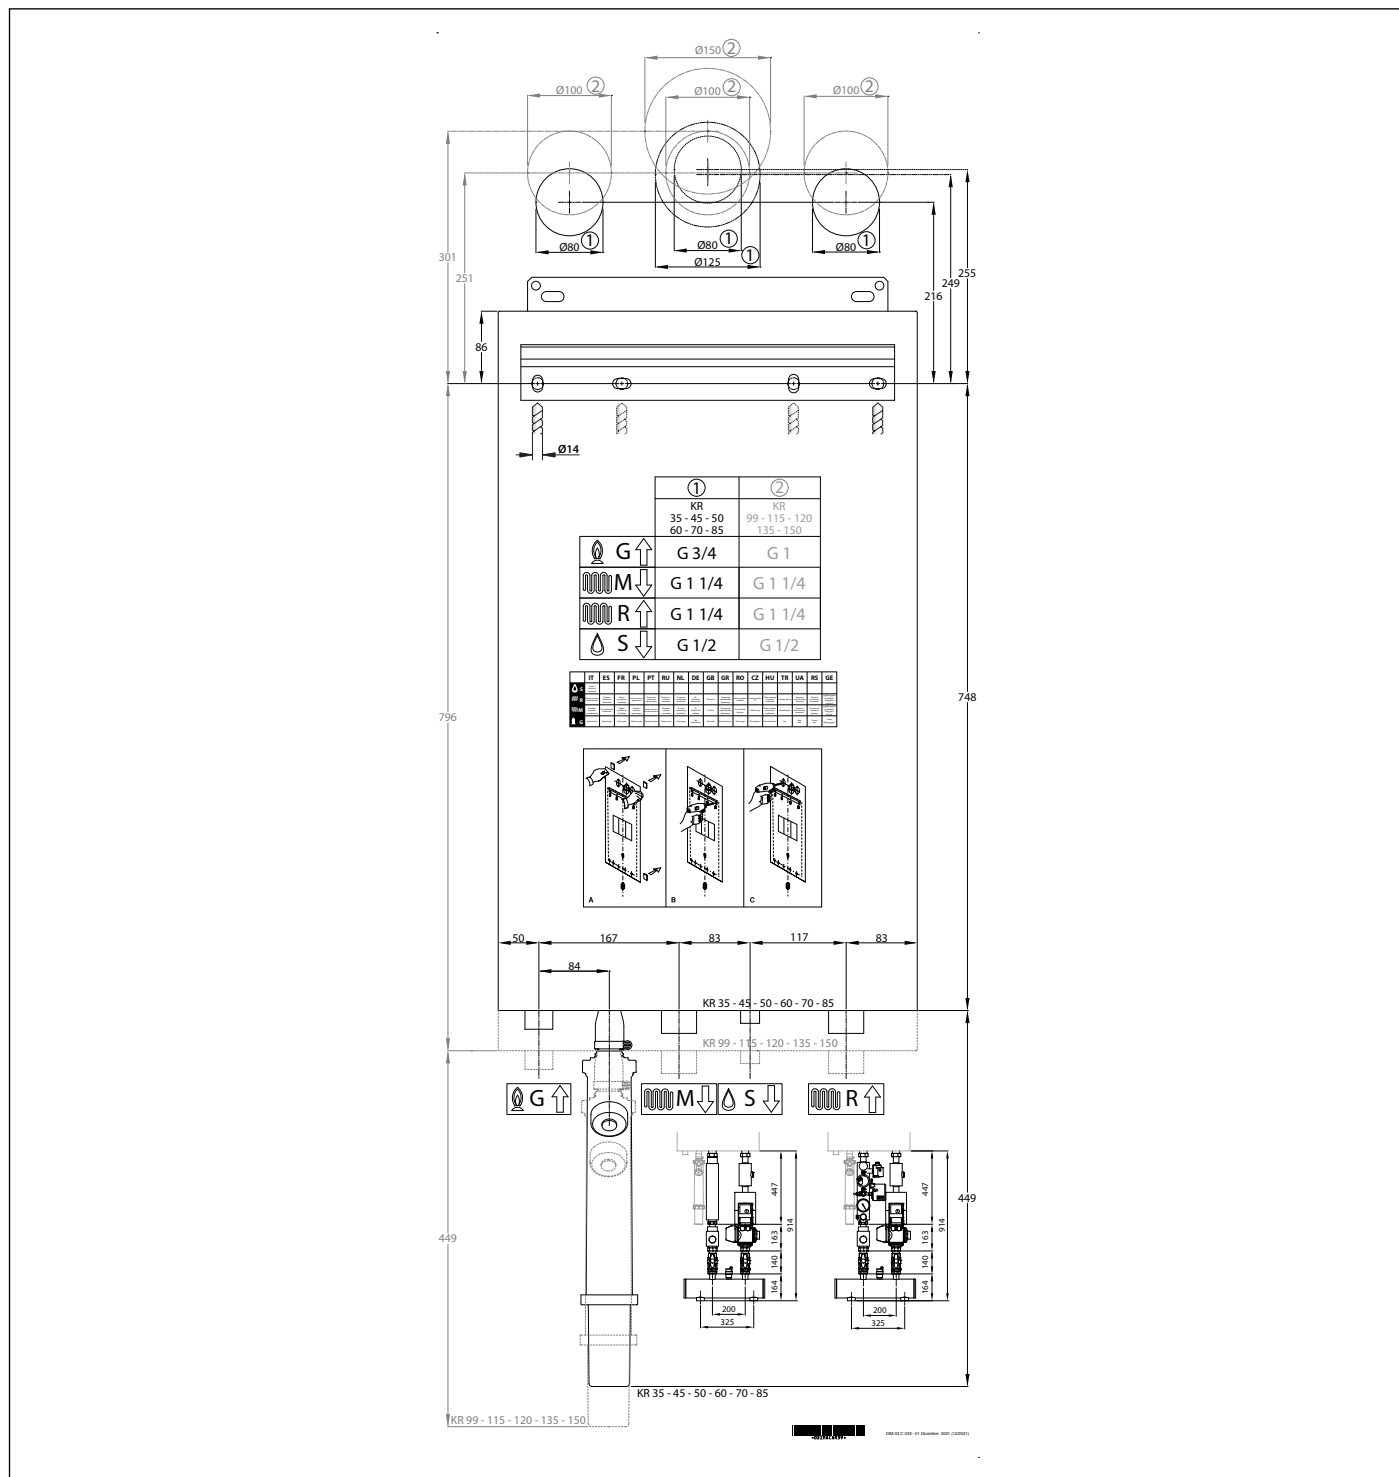

Рис. 10 Паперовий шаблон.
- Монтажний паперовий шаблон (див. Рис. 10 Паперовий шаблон.).
Кожний котел забезпечений спеціальним паперовим шаблоном, що знаходиться в упаковці (див. Рис. 10 Паперовий шаблон.). Шаблон дозволяє забезпечити правильне розташування труб, підключених до системи центрального опалення і газової мережі, а також каналів повітрязбірника і випуску димового газу, під час реалізації водяної системи і перед монтажем бойлера. Цей шаблон виготовлений з міцного паперового листа, який, за допомогою рівня, кріпиться на стіну, призначену для установки котла.